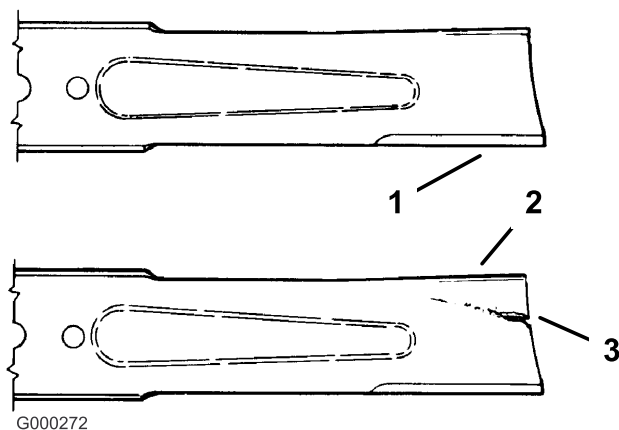

Figura 24
2. Inspeccione los filos de corte (Figura 24). Si los filos están romos o tienen muescas, retire la(s) cuchilla(s) y afílelas; consulte Cómo afilar la(s) cuchilla(s).
3. Inspeccione la cuchilla, especialmente la parte curva (Figura 24). Si observa daños, desgaste o la formación de una ranura en esta zona (Fig. 23), instale inmediatamente una cuchilla nueva.